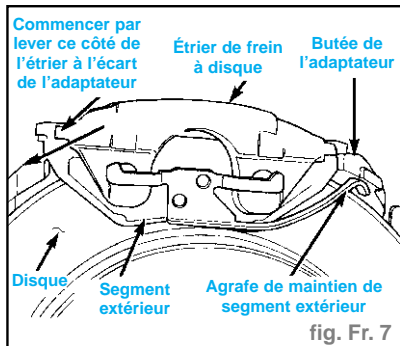

fig. Fr. 7
- Déposer l'étrier arrière de l'adaptateur en utilisant la méthode suivante. Faire d'abord tourner l'arrière de l'étrier vers le haut pour l'extraire de l'adaptateur. Soulever ensuite l'avant de l'étrier et l'agrafe de maintien depuis le dessous de la butée avant de l'adaptateur (Fig. Fr. 7).
- Placer prudemment l'étrier et les segments de frein par-dessus le disque et sur l'adaptateur, en inversant la méthode de dépose (Fig. Fr. 7).
- Déposer l'étrier de l'adaptateur en utilisant la méthode suivante. Faire d'abord tourner la partie arrière supérieure de l'étrier pour l'écarter de l'adaptateur. Soulever ensuite l'avant de l'étrier et l'agrafe de maintien de segment extérieur depuis le dessous de la butée avant de l'adaptateur (Fig. Fr. 7).
- Abaisser l'étrier et les segments de frein avec précaution sur le disque et sur l'adaptateur en inversant la méthode de dépose (Fig. Fr. 7).
- Déposer l'étrier arrière de l'adaptateur par la méthode suivante. Commencer par faire tourner l'arrière de l'étrier vers le haut hors de l'adaptateur. Ensuite extraire l'avant de l'étrier et l'agrafe de maintien de segment extérieur depuis le dessous de la butée avant de l'adaptateur (Fig. Fr. 7).